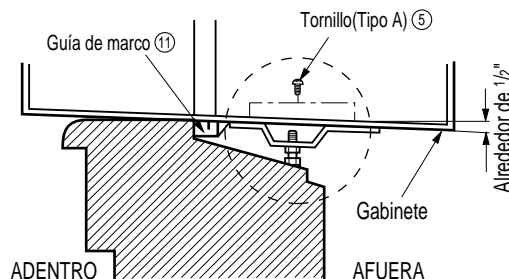

Fig. 4
4. Seleccione la posición en la que colocará el soporte del dintel ② cerca del punto más externo del dintel. (Ver Fig. 4)
5. Agregue el soporte del dintel ② al hueco de la guía del gabinete según la posición seleccionada usando 2 tornillos tipo A ⑤ en cada soporte (Ver Fig. 4).